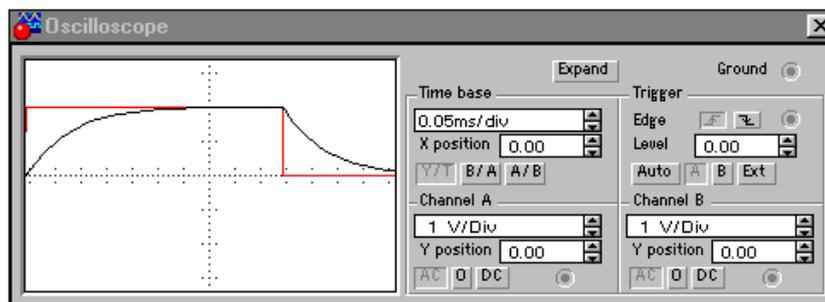

Рис.11.
- 1.6. Открыть панель осциллографа (рис. 11). Установить длительность развертки осциллографа (**Time base**) не более 0,05 ms/div.
На экране осциллографа должна быть картина, изображенная на рис.11.